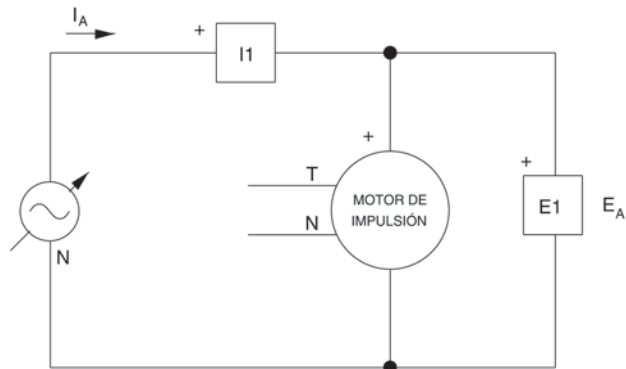

Figura 3-8.
Usted puede determinar la inductancia de armadura del Motor de impulsión, que en realidad es un motor c.c. con imán permanente. Para lograrlo, asegúrese de que la Fuente de alimentación esté apagada y que la perilla de control de voltaje se encuentre girada completamente hacia la izquierda. Luego monte el circuito de la Figura 3-8. Coloque el selector MODO del Motor de impulsión en la posición MOTOR DE IMPUL. (M.I.). En la aplicación Aparatos de Medición, abra el archivo de configuración existente ACMOTOR1.DAI, seleccione ver disposición 2 y ajuste el instrumento programable B como medidor de reactancia (X). Encienda la Fuente de alimentación y ajuste la perilla de control de voltaje para que una corriente c.a. de 3 A (indicada por el medidor I1) circule en el Motor de impulsión. Registre la reactancia de armadura (X_A), indicada por el medidor B, apague la Fuente de alimentación y utilice la siguiente fórmula para convertir X_A en una inductancia: